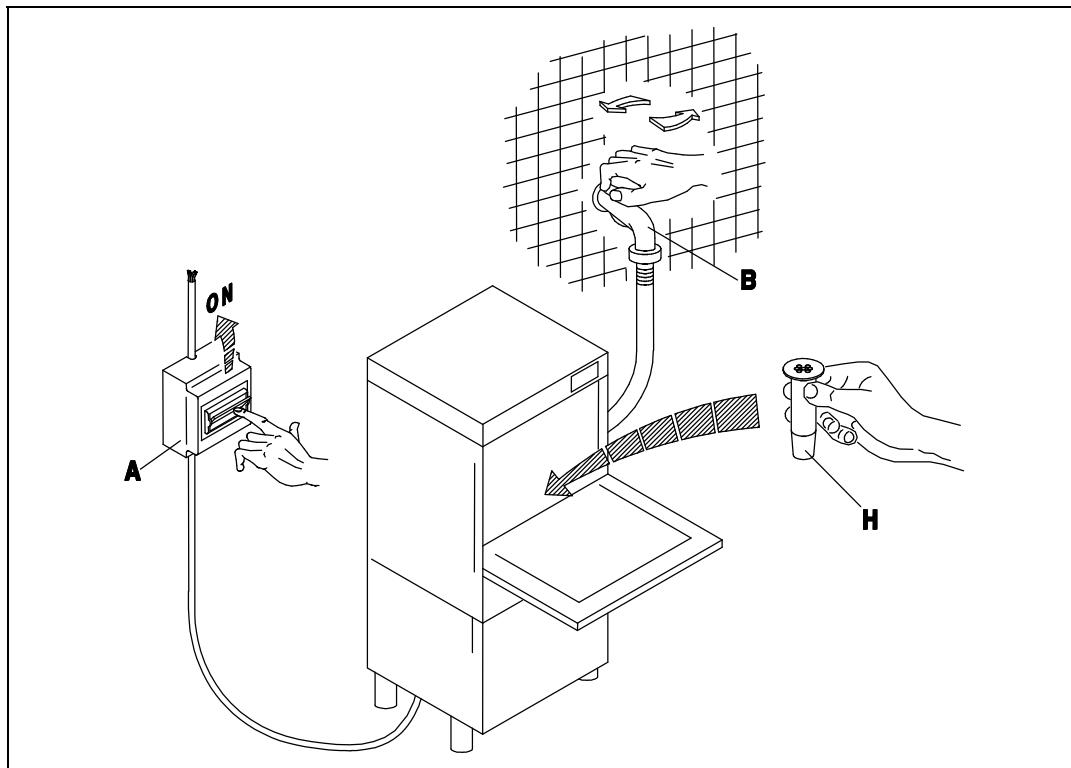

Рис. 3-1
- Откройте водопроводный кран (B) и включите общий выключатель (A). Поверните выключатель на ВКЛ (1) прибора. Загорится световой индикатор (A), указывая, что питание машины включено. После закрытия дверцы прибор наполняется водой. После его наполнения нагревательные элементы бака и бойлера поочередно подключаются в автоматическом режиме. Когда элементы подключены, световые индикаторы (D) и (E) горят. Когда оба световых индикатора погаснут, это указывает на то, что вода достигла заданной температуры и прибор готов к началу цикла мойки. (рис. 3-1÷3-2)
- Turn on the water tap (B) and switch on the master switch (A). Turn the appliance ON switch (1), which will cause the warning light (A) to illuminate, indicating that the machine is live. When the door is closed the appliance fills with water. When it is full, the tub and boiler heating elements come on automatically in alternation. When the elements are activated, the warning lights (D) and (E) are illuminated. When both warning lights go out the water has reached the set temperature and the appliance is ready to begin the washing cycle. (fig. 3-1÷3-2)
- Öffnen Sie den Wasserhahn (B) und betätigen Sie den Hauptschalter (A). Beim Betätigen des Hauptschalters (1) am Geschirrspüler wird die Anzeige (A) aufleuchten, an der Sie erkennen können, daß die Maschine unter Spannung steht. Bei geschlossener Tür läuft Wasser in die Maschine; ist die nötige Wassermenge einmal erreicht, so schalten die Widerstände des Spülbehälter und des Boilers automatisch, eines nach dem anderen, ein. Der Betrieb der Widerstände wird durch das Aufleuchten der Anzeigen (D) und (E) erkennbar. Beide Leuchtanzeigen erlöschen, wenn das Wasser eine vorbestimmte Temperatur erreicht hat, d. h. wenn die Maschine betriebsbereit ist. (fig. 3-1÷3-2)
- Ouvrir le robinet (B) et insérer l'interrupteur général (A). Ouvrir l'interrupteur principal de l'appareil (1), le voyant (A) s'allumera ce qui signifie que la machine est branchée. L'appareil se remplit d'eau avec porte fermée et à la fin du chargement les éléments chauffants de la cuve et du boiler entrent automatiquement en action en alternance. Les voyants (D) et (E) s'allument quand les éléments chauffants fonctionnent. Les deux voyants s'éteignent dès que l'eau a atteint la température programmée et l'appareil est prêt pour commencer le lavage. (fig. 3-1÷3-2)
- Abrir el grifo del agua (B), conectar el interruptor general (A). Activar el interruptor principal del aparato (1); el encendido de la luz testigo (A) indica que la máquina está en tensión. Con puerta cerrada el aparato se llena de agua y cuando la carga esté terminada se conectarán automáticamente las resistencias del tanque y de la caldera en la alternación. El funcionamiento de las resistencias es señalado por el encendido de las luces indicadoras (D) y (E). Cuando ambas luces se apaguen, el agua habrá alcanzado la temperatura programada y el aparato estará listo para empezar el lavado. (fig. 3-1÷3-2)
- Abrir a torneira de água (B), acionar o interruptor geral (A). Acionar o interruptor principal do aparelho (1), a luz (A) se acende evidenciando che a máquina esta sob tensão. Uma vez fechada a porta se enche de água e no final, as resistencias do cuba e do boiler começam a funcionar automaticamente na alternação. As luzes (D) e (E) indicam o funcionamento das duas resistencias. Quando ambas se apagarem é porque a temperatura alcançou seu nível desejado e a máquina estará pronta para iniciar a lavagem. (fig. 3-1÷3-2)
- Draai de waterkraan (B) open en schakel de hoofdschakelaar (A) in. Schakel de hoofdschakelaar van het apparaat (1) in waarna het lampje (A) gaat branden waaruit blijkt dat de machine onder stroom staat. Als de deur dichtgedaan wordt, loopt het apparaat vol met water en na afloop van het vollopen worden de verwarmingselementen van de kuip en van de boiler automatisch ingeschakeld in de afwisseling. De werking van de verwarmingselementen blijkt uit het feit dat de lampjes (D) en (E) gaan branden. Als allebei de lampjes uitgaan dan heeft het water de ingestelde temperatuur bereikt en is het apparaat klaar om met het afwasprogramma te beginnen. (Afb. 3-1 - 3-2)
- По завершении цикла забора воды откройте дверцу (I), разместите полную корзину (L) и закройте дверцу (I). Выберите соответствующий цикл мойки, нажав кнопку (4) (короткий цикл (II) кнопка нажата + длинный цикл (I) кнопка не нажата). Затем нажмите кнопку ЗАПУСК (3) и запустите цикл мойки, обозначенный световым индикатором (C). По завершении цикла световой индикатор погаснет. Чтобы выключить прибор, поверните выключатель (1) в положение (0). Световой индикатор (A) указывает, что прибор выключен. (Рис.3-1÷3-3).
- Lorsque le remplissage est terminé, ouvrir la porte (I), introduire le panier (L) plein et fermer la porte (I). Sélectionner ensuite le cycle de lavage en actionnant le bouton-poussoir (4) (cycle court (II) touche enfoncee + cycle long (I) touche relâchée). A ce stade, presser le bouton-poussoir START (3) et le cycle de fonctionnement commencera, visualisé par la lampe-témoin (C). La fin du cycle coïncide avec l'extinction de ce voyant. Pour arrêter la machine, il faudra débrancher l'interrupteur (1) en le ramenant sur la position (0): lampe-témoin (A). (Fig.3-1÷3-3).
- Después del llenado, abra la puerta (II), introduzca el cesto (L) carga y cierre la puerta (I). Seleccione el ciclo de lavado por medio del selector (4) (ciclo breve (I) tecla pulsada + ciclo largo (0) tecla soltada). Pulse ahora START (3) para arrancar el ciclo de trabajo: se enciende la luz testigo (C), que se apagará al final del ciclo. Para apagar la máquina desconecte el interruptor (1) posición 0, luz testigo (A) apagada. (Fig.3-1÷3-3).
- Doe na het volopen de deur open (I) en doe de beladen korf (L) erin en doe de deur (I) dicht. Stel het afwasprogramma in door op de knop (4) te drukken (kort programma (II) toets ingedrukt – lang programma (I) toets losgelaten). Druk nu op de START knop (3) waarna het afwasprogramma zal beginnen dat aangegeven wordt door het controlelampje (C): het einde van het programma valt samen met het uitgaan van dit lampje. Om de machine uit te schakelen moet u de schakelaar (1) uitschakelen door hem op de stand (0) te zetten, lampje (A) uit (Afb. 3-1 ÷ 3-3).